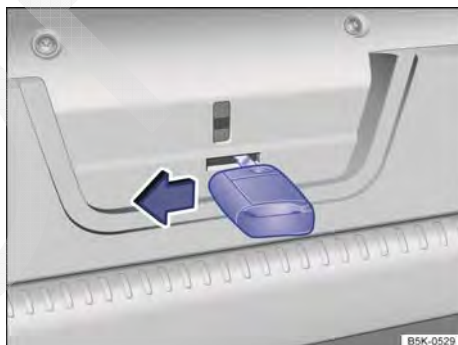

Fig. 97 Na tampa do compartimento de bagagem: Destruvamento de emergência para a tampa do compartimento de bagagem (Passat).
- Pressionar a alavanca de destreamento no sentido da seta → Fig. 97. A tampa do compartimento de bagagem é destravada.